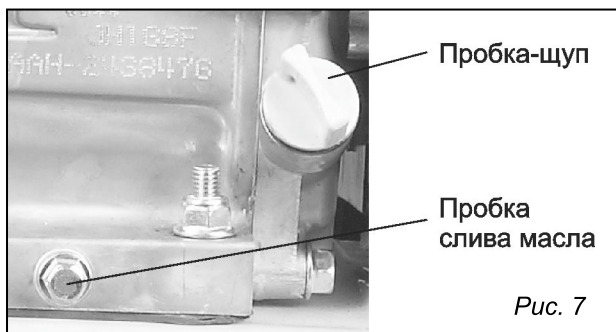

Рис. 7
**Проверка уровня масла.** Выверните пробку-щуп из масляной заливной горловины картера двигателя (рис. 7), протрите его и вставьте обратно без закручивания. Выньте и проверьте уровень масла: если уровень низкий долейте масло до края горловины.